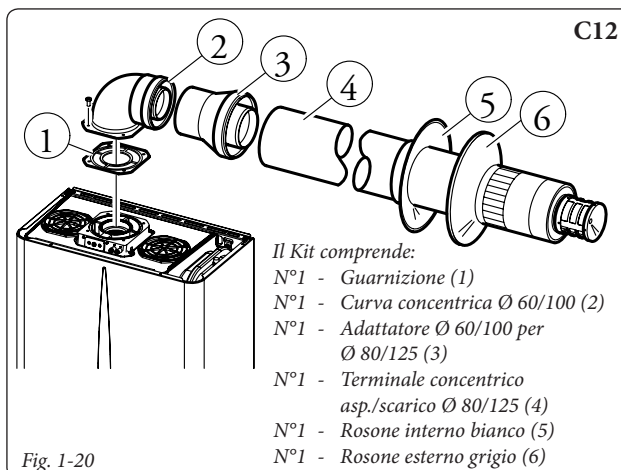

Fig. 1-20
Kit orizzontale di aspirazione - scarico Ø 80/125. Montaggio kit (Fig. 1-20): installare la curva con flangia (2) sul foro centrale della caldaia interponendo la guarnizione (1) e serrare con le viti presenti nel kit. Innestare l'adattatore (3) con lato maschio (liscio), nel lato femmina della curva (2) (con guarnizioni a labbro) sino a portarlo in battuta. Innestare il terminale concentrico Ø 80/125 (4) con lato maschio (liscio), nel lato femmina dell'adattatore (3) (con guarnizioni a labbro) sino a portarlo in battuta, accertandosi di avere già inserito il relativo rosone interno ed esterno, in questo modo si otterrà la tenuta e la giunzione degli elementi che compongono il kit.